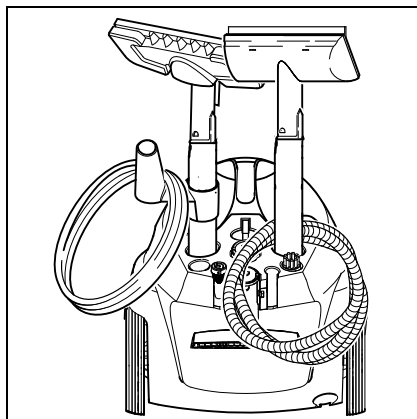

Fig. 3
- Stikk forlengerrørene i den store tilbehørsholderen (se fig. 3).